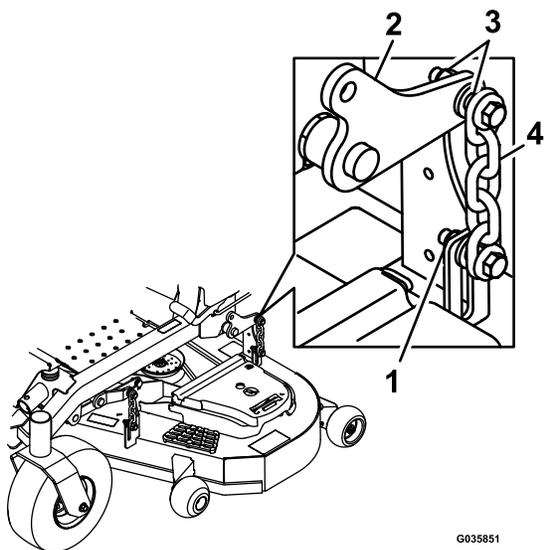

Рисунок 84
13. Відпустіть контргайки (Рисунок 84) на всіх 4 кутах та переконайтесь, що кожух косарки надійно встановлено на всіх 4 блоках.